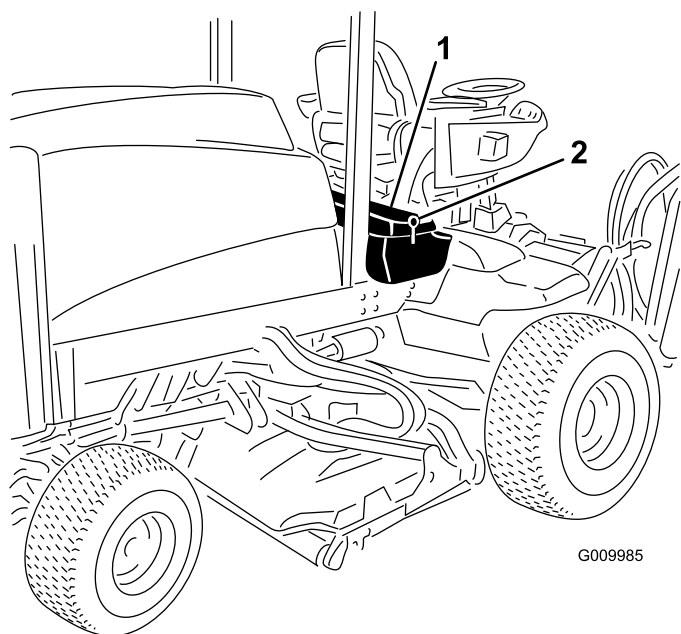
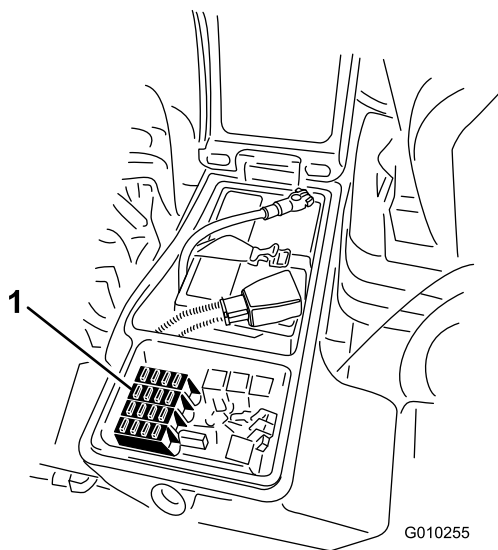

Рисунок 54
Рисунок 55
1. Ослабьте фиксацию защелки крышки правого вещевого отсека и поднимите крышку (Рисунок 54), чтобы получить доступ к блоку предохранителей (Рисунок 55).
2. Замените открытый плавкий предохранитель (предохранители) при необходимости (Рисунок 55).
3. Закройте крышку правого вещевого отсека и зафиксируйте ее защелкой (Рисунок 54).